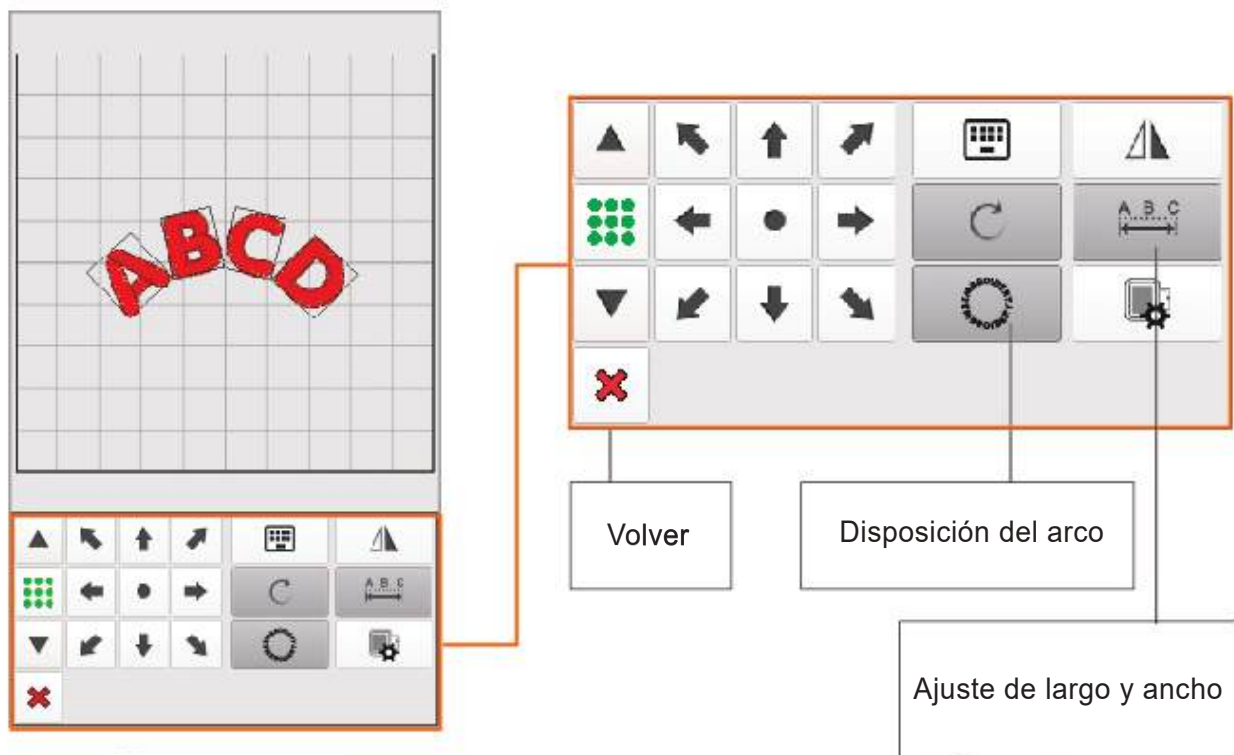

Figura 11
3. Después de confirmar, ingrese a la interfaz que se muestra en la Figura 11, ajuste la disposición del bastidor, la combinación, la rotación, la imagen en espejo y otras modificaciones. Seleccione el bastidor con el tamaño adecuado y luego presione la tecla de retornos para confirmar el bordado.